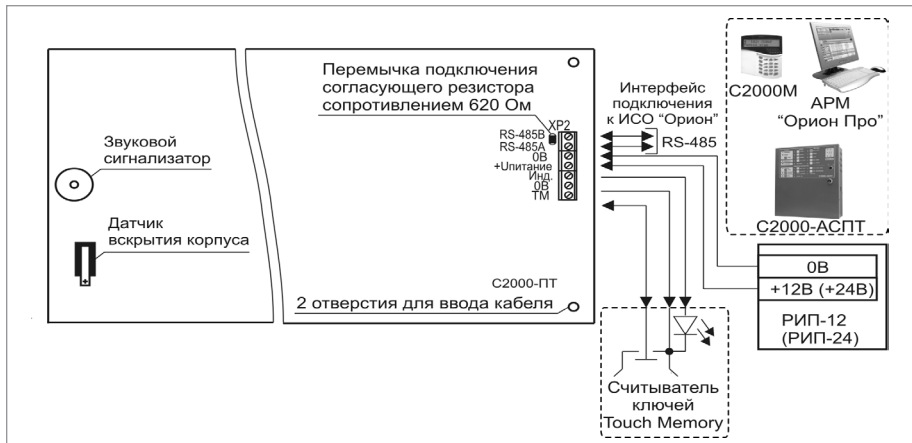

Рисунок 4. Схема внешних соединений блока «С2000-ПТ»
2. Подключение соединительных линий выполняйте в соответствии с проектной документацией и схемой на рис.4.